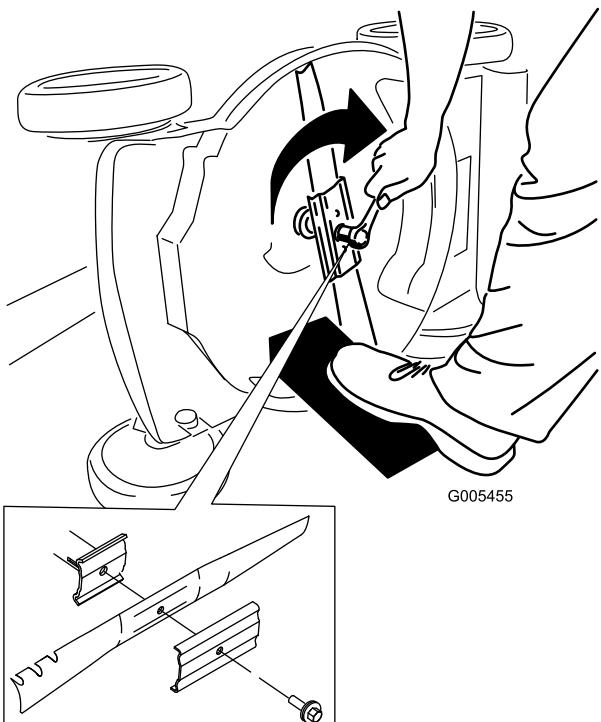

Figura 23
- Instale la cuchilla nueva y todos los herrajes de montaje (Figura 23).